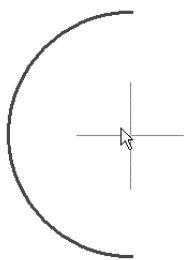
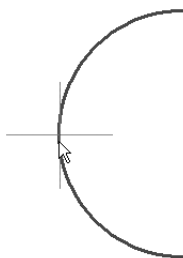

图 3-30 确定圆弧圆心
图 3-31 确定圆弧半径
2) 将光标移到指定位置，单击鼠标左键确定圆弧的圆心，如图 3-30 所示。此时，光标自动移到圆弧的圆周上，移动鼠标可以改变圆弧的半径。单击鼠标左键确定圆弧的半径，如图 3-31 所示。